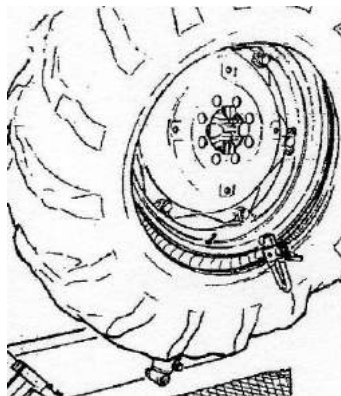

Рисунок 25
- Снова поднимите колесо и прикрепите зажим на внешней поверхности второго борта примерно в 20 см справа от клапана (см. Рисунок 25).